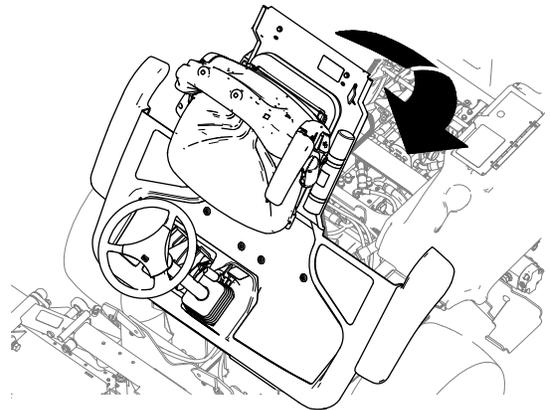

Figure 44
1. Abaissez doucement la plate-forme (Figure 44).